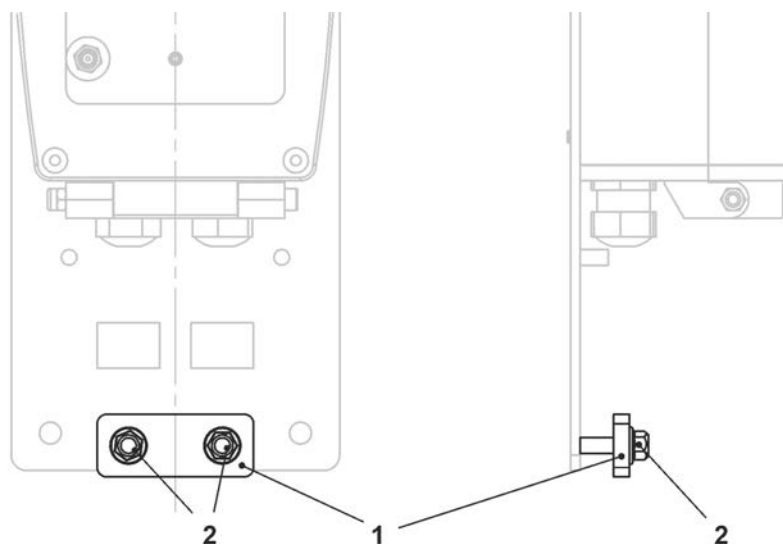

Abb. 24-4 Zugentlastung für Sensorkabel (für Ex Geräte)
6. Bei Ex Geräten die Sensorkabel unter der Platte (Abb. 24-4 Pos. 1) der Zugentlastung hindurchschieben. Ggf. müssen die beiden Muttern (Abb. 24-4 Pos. 2) erst etwas gelöst werden.
10. Sensorkabel (ohne Zugbelastung nach unten) einklemmen durch das Festziehen der Muttern der Zugentlastung (Abb. 24-4).